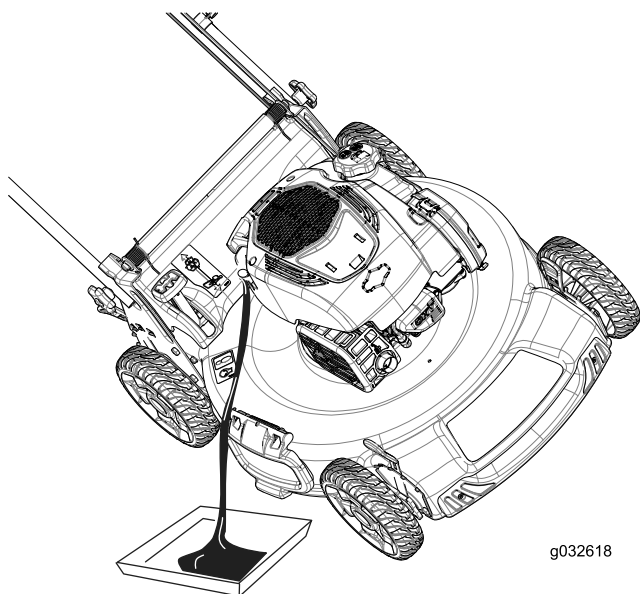

Figure 23
4. Basculez la machine sur le côté (filtre à air en haut) pour vidanger l'huile usagée par le tube de remplissage (Figure 23).